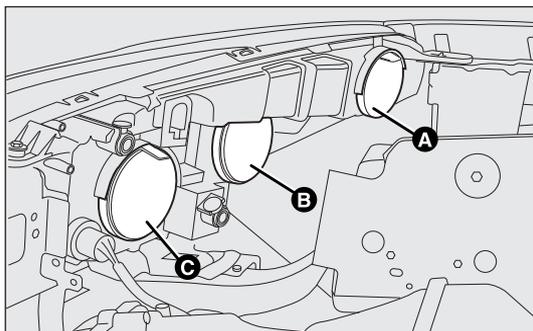
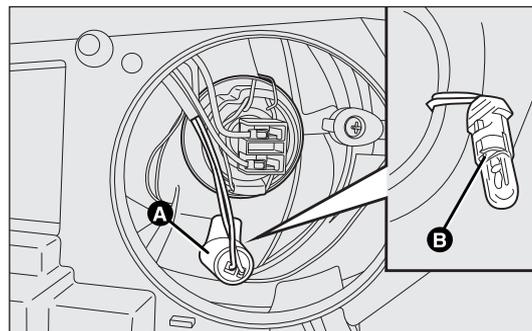

fig. 150
fig. 151
GROUPES OPTIQUES AVANT fig. 150
- retirer le couvercle de protection B-fig. 150 ;
- tourner la douille A-fig. 151 dans le sens contraire des aiguilles et l'extraire ;
- remonter la nouvelle ampoule, insérer de nouveau la douille A-fig. 151 puis replacer correctement le couvercle de protection B-fig. 150.
- remonter correctement le couvercle de protection B-fig. 150.
- retirer le couvercle de protection A-fig. 150 ;
- retirer le couvercle de protection A-fig. 150.
- retirer le couvercle de protection C-fig. 150 ;
- remonter correctement le couvercle de protection C-fig. 150.
- retirer le couvercle de protection C-fig. 150.